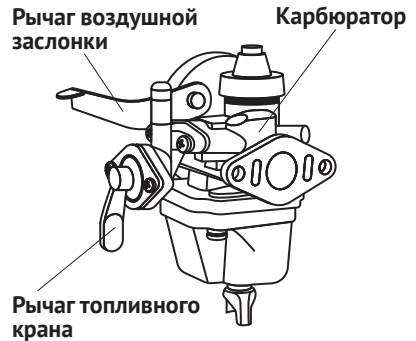

Рис. 5
Рычаг воздушной заслонки (рис. 5, 6) открывает и закрывает воздушную заслонку карбюратора. Когда рычаг находится в положении «CLOSE», происходит обогащение горючей смеси для пуска холодного двигателя. Положение «OPEN» используется для работы двигателя после пуска и для повторного пуска прогретого двигателя.
- Для пуска холодного двигателя установите рычаг воздушной заслонки (рис. 5, 6) в положение «CLOSE». Для повторного запуска прогретого двигателя оставьте рычаг воздушной заслонки в положении «OPEN».